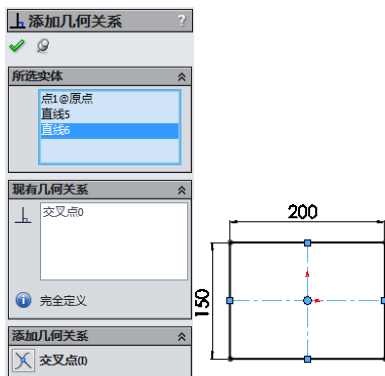

图 15-29 添加“交叉点”约束
②单击“尺寸/几何关系”工具栏中的“添加几何关系”按钮，在弹出的“添加几何关系”属性管理器中单击原点和两条中心线，添加两条中心线和原点之间的“交叉点”约束，如图 15-29 所示。